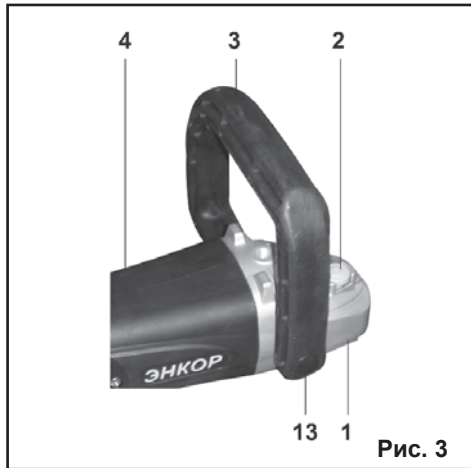

Рис. 3
7.1.1. Установите дополнительную рукоятку (3) и закрепите ее на корпусе редуктора (1) болтами (13) из комплекта поставки, как показано на Рис.3..